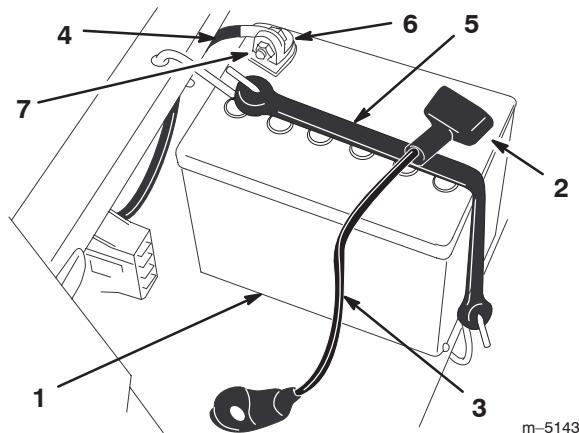

Figure 32
3. Débranchez le câble négatif (noir) de mise à la masse de la borne de la batterie (Fig. 32).
4. Repoussez le capuchon en caoutchouc sur le câble positif (rouge). Débranchez le câble positif (rouge) de la borne de la batterie (Fig. 32).
- Enlevez la sangle de maintien de la batterie (Fig. 32) et ôtez la batterie de son support.
- Placez la batterie sur son support, les bornes à l'opposé du panneau de commande (Fig. 32).
- Fixez les câbles à l'aide de 2 boulons (1/4 x 3/4"), rondelles (1/4") et contre-écrous (1/4") (Fig. 32).
- Fixez la batterie en place à l'aide de la sangle de maintien (Fig. 32).